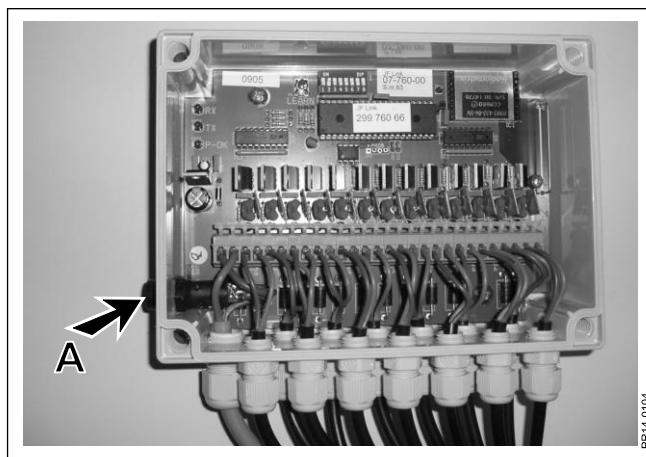

Fig. 1.1
Fig. 1.1 Ventilboxen är monterad på maskinen och är ansluten till de magnetventiler, som styr maskinens hydrauliska komponenter. Ventilboxen skall anslutas till 12 V via en säkring (A) på maximalt 10 A.